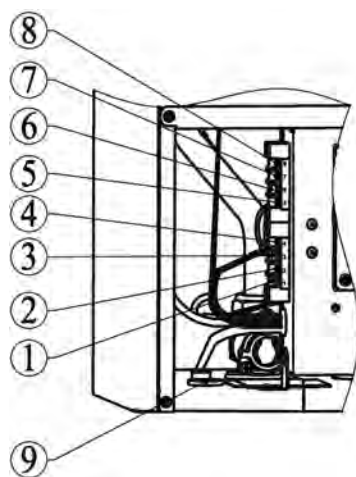

Рис. 11. Подключение дополнительных устройств
- удалите перемычку между клеммами 1 и 2 на колодке блока управления (рисунок 11);
- проденьте двухпроводную кабель, идущий от термостата, через проходную муфту 5 в корпусе и подключите его к клеммам 1 и 2 (рисунок 11);
- проденьте двухпроводной кабель, идущий от датчика, через проходную муфту 5 в корпусе и подсоедините его к клеммам 3 и 4 (рисунок 11);
- удалите перемычку между клеммами 1 и 2 (рисунок 11);
- Проденьте двухпроводной кабель, идущий от термостата БКН, через проходную муфту 9 в корпусе котла и подсоедините его к клеммам 5 и 6 (рис. 11)
- Проденьте двухпроводной кабель, идущий от датчика температуры БКН, через проходную муфту 9 в корпусе котла и подсоедините его к клеммам 7 и 8 (рис. 11)